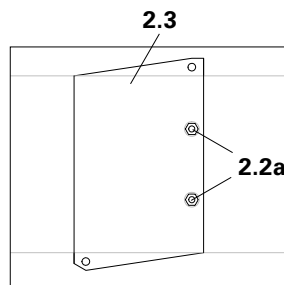
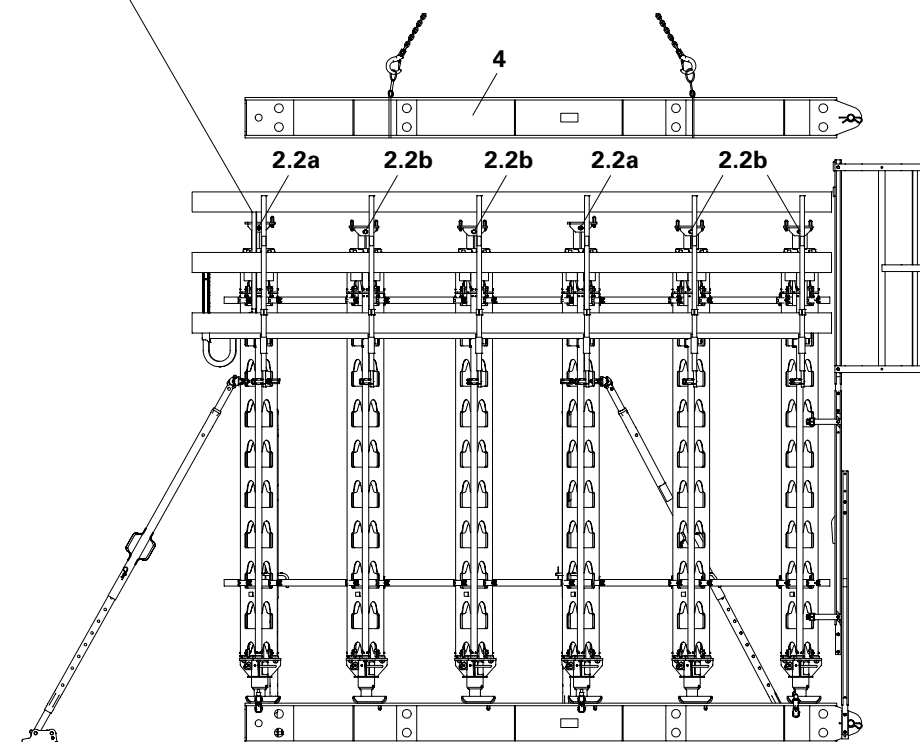

Fig. A3.05.1
Fig. A3.05
1. Skridsikre stropper fastgøres til hoveddrammens topdrager (4).
2. Placer den på primærstøtter og fastgør med centreringsbolt (2.2a) indvendigt. (Fig. A3.05 + Fig. A3.05.1)